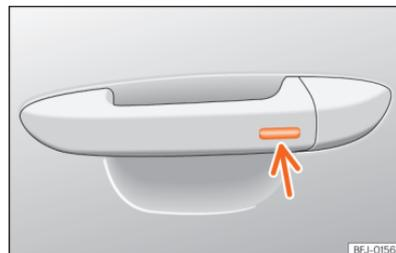

Abb. 82 Türgriff: Sensorfläche.
- **ODER:** mit dem Keyless Access-System (nur Schließen): Finger einige Sekunden auf der Sensorfläche zum Verriegeln »» (Abb. 82)  (Pfeil) im Türgriff halten, um die Fenster und das Schiebedach zu schließen. Wenn Sie die Sensorfläche nicht mehr berühren, wird die Schließfunktion unterbrochen.
Halten Sie einige Sekunden lang einen Finger über die Verriegelungssensorfläche »» (Abb. 82) (Pfeil) am Türgriff, damit das Dach geschlossen wird. Wenn Sie die Sensorfläche nicht mehr berühren, wird die Schließfunktion unterbrochen.